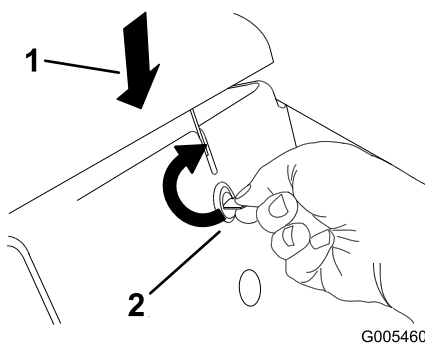

Bild 27
1. Drücken Sie die Motorhaube nach unten und drehen Sie gleichzeitig den Motorhaubenriegel mit einer Münze oder einem Schraubenzieher nach rechts (Bild 27).